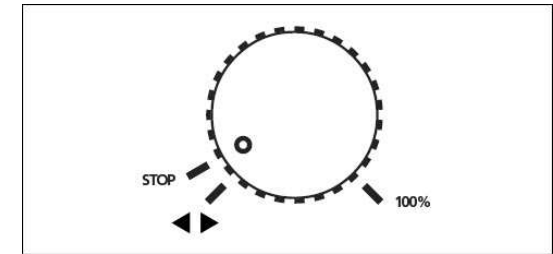

Figura 9
• Gire el cursor en sentido de las agujas del reloj, verá como en la pantalla de control se observa que el tacómetro va variando, asimismo el número "h" de la pantalla (ver figura 9).